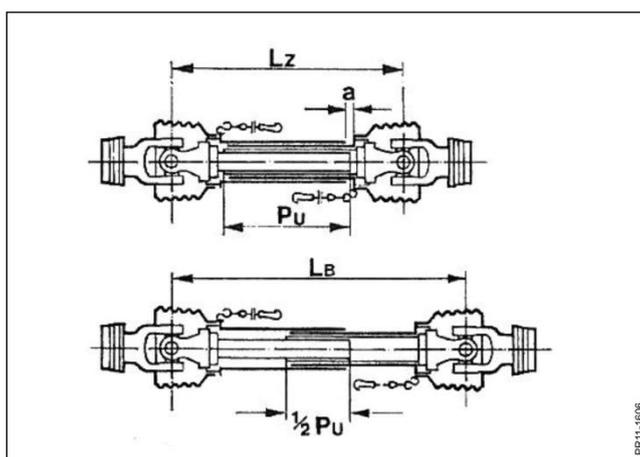

Abb. 2.9
- Abb. 2.9** Die Gelenkwelle in der Länge so anpassen, dass:
WICHTIG: Die angegebenen Werte für Überlappung auf den Rohren der Gelenkwelle sind unbedingt einzuhalten, wie in Abb. 2.9 gezeigt.